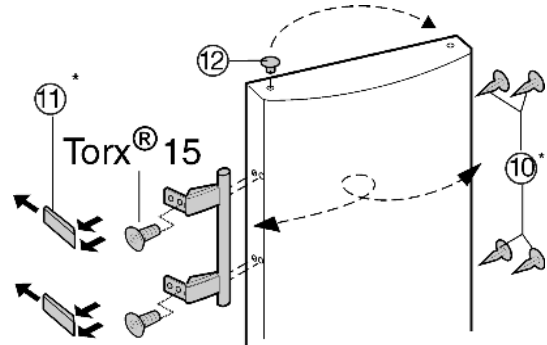

Fig. 7
- ▶ Til de stop Fig. 7 (12) uit de deurkamerbus en plaats hem om.
- ▶ Monteer deurgreep, stop Fig. 7 (10) en drukplaten Fig. 7 (11) af en monteer ze aan de tegenoverliggende kant.